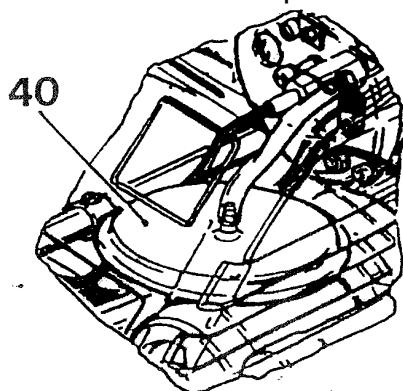

Fig. 14
PRESOSTATUL DE AER (40) (Fig. 14)